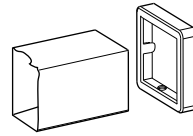

FIGURE 7
Faites glisser les rosaces (6D) dans le cadre de la tablette en verre (1), les trous de vis de réglage du même côté que les trous de vis de réglage du cadre de la tablette en verre (voir la figure 7).